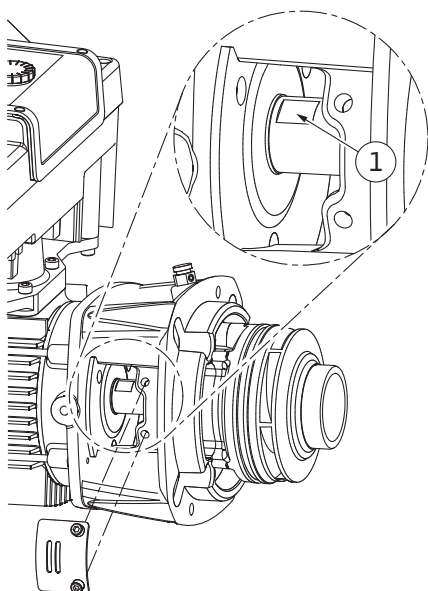

Fig. 106: Spianature per chiave sull'albero
14. Introdurre nella finestra della lanterna una chiave fissa (larghezza 22 mm) e tenere fermo l'albero in corrispondenza delle spianature per chiave (Fig. 106, pos. 1). Svitare il dado della girante (Fig. I, pos. 22). La girante (Fig. I, pos. 21) viene estratta automaticamente dall'albero.
15. Smontare la rondella distanziatrice (Fig. I, pos. 20).
3. Introdurre nella finestra della lanterna una chiave fissa (larghezza 22 mm) e tenere fermo l'albero in corrispondenza delle spianature per chiave (Fig. 106, pos. 1).
10. Introdurre nella finestra della lanterna (Fig. IV, pos. 38) una chiave fissa (larghezza 32 mm) e tenere fermo l'albero in corrispondenza delle spianature per chiave (Fig. 106, pos. 1). Montare la girante con rondella(e) e dado. Serrare il dado. Evitare di danneggiare la tenuta meccanica mettendola in posizione obliqua.
11. Pulire l'intaglio della lanterna e introdurre il nuovo O-ring (Fig. III, pos. 19).